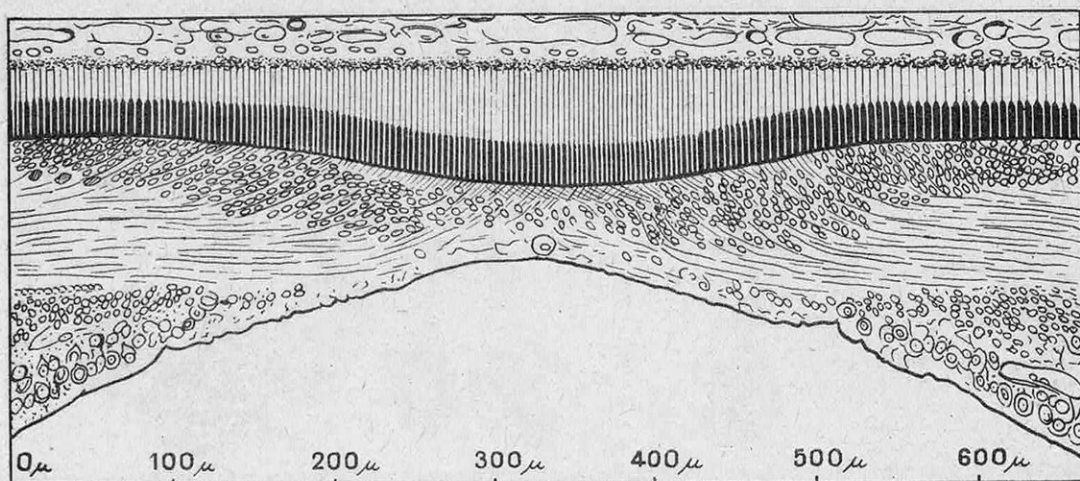
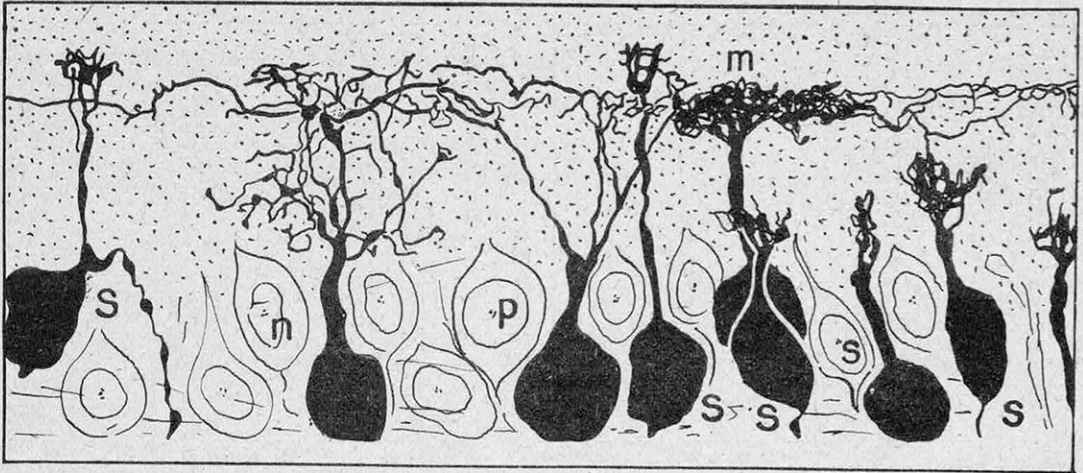

FIG. 4. — LA PARTIE CENTRALE DE LA RÉTINE, OU « FOVEA »
FIG. 6. — DIFFÉRENTS TYPES DE CELLULES GANGLIONNAIRES RÉTINIENNES
L'histologie (1) de la rétine nous enseigne que celle-ci, formant la surface d'une demi-sphère de 18 mm de rayon, se compose de deux domaines distincts (fig. 4 et 5) : à peu près en son centre se trouve la *fovea*, domaine circulaire de 400 μ (0,4 mm) de diamètre et contenant environ 25 000 cônes, mais pas de bâtonnets ; le reste de la rétine contient des bâtonnets et des cônes, ces derniers de plus en plus clairsemés, au fur et à mesure qu'on s'éloigne de la *fovea*. A la périphérie extrême de la rétine enfin, du côté nasal et du côté temporal, il n'y a plus que des bâtonnets, et la vision y est achromatique. Chaque cône fovéal, ou presque, est relié à une cellule ganglionnaire particulière, tandis que les bâtonnets forment des grappes, de plus en plus grandes vers la périphérie, chaque grappe disposant d'une cellule ganglionnaire collective (fig. 6). Mais, en dehors des cellules ganglionnaires mentionnées, il en existe d'autres, plus grosses, à ramifications plus étendues, dont le rôle est peu connu. Ce réseau se complique d'une multitude de cellules de différents types dont nous n'avons pas à parler ici.